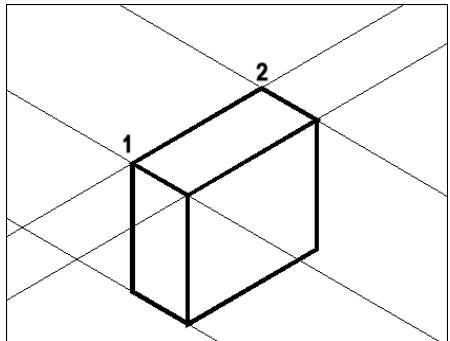

Fig.4.19
- ② Désigner le point qui sera l'origine de la droite (point 1).
- ③ Spécifier le second point par lequel la droite doit passer (point 2).
- ④ Définir les autres droites souhaitées.
- ⑤ Appuyer sur Entrée pour terminer l'opération (fig.4.19).